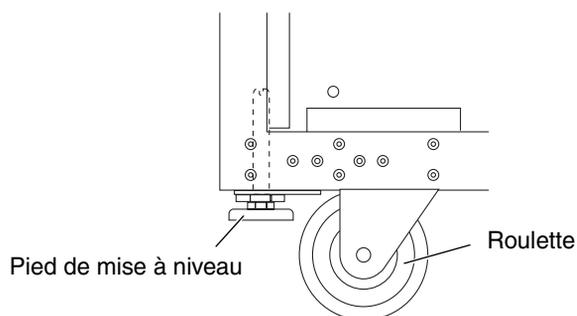

FIGURE 4-1 Pieds de mise à niveau rétractés
7. Relevez les pieds de mise à niveau en les rétractant entièrement dans le châssis de l'armoire (FIGURE 4-1).